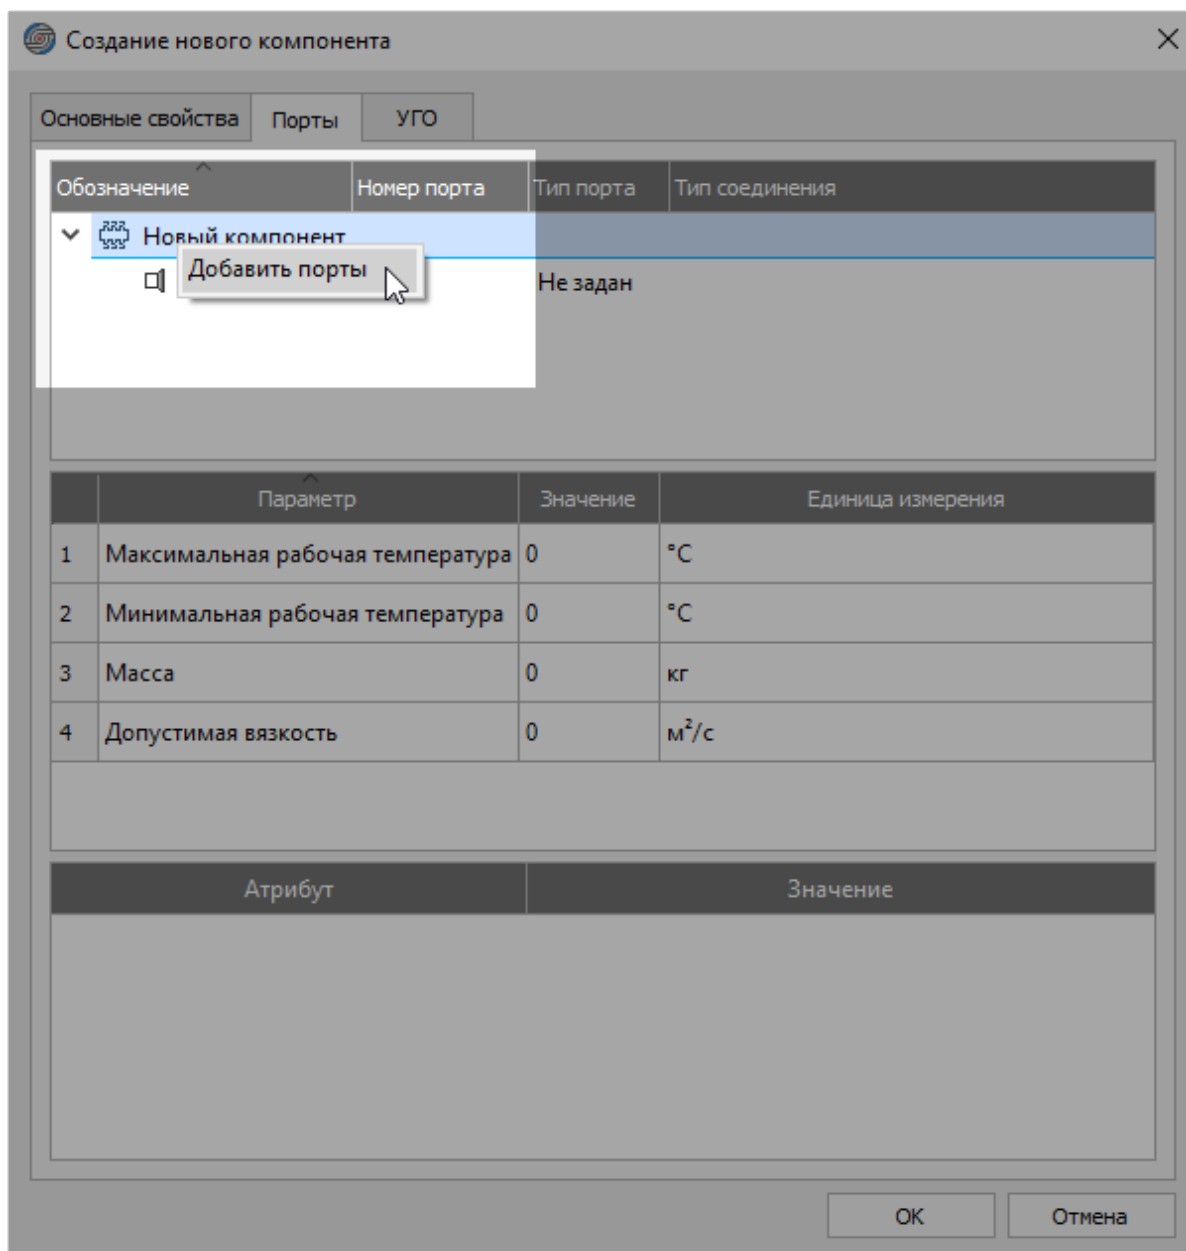

Рисунок 99. Добавление портов компоненту
- 2) В контекстном меню выбрать пункт «Добавить порты» (см. рисунок 99);